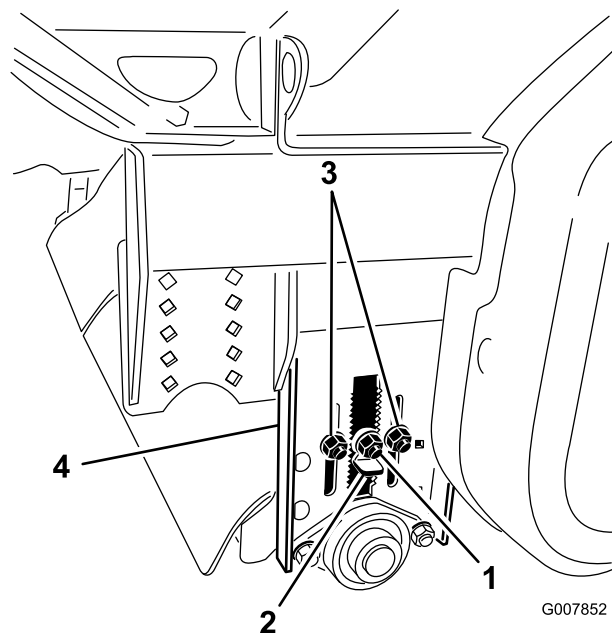

図 30
1. コア・プロセッサの水平調整を行う前に、ピックアップ・ブラシと後ローラの高さが、正しい刈高に調整されていることを確認する（図 30）。ブラシが新しい時には、このマニュアルに掲載している後ローラ調整表の値をそのまま使えば、正しい刈高に設定することができる。